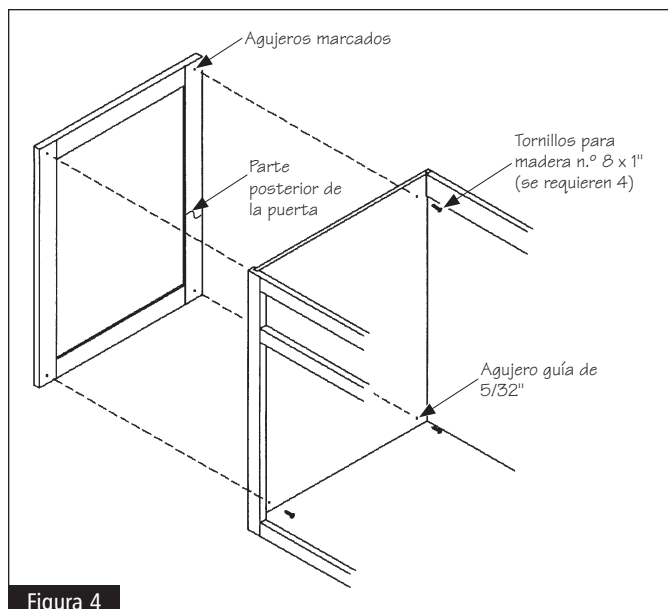

Figura 4
4 Con un ayudante, vuelva a colocar la puerta en la posición deseada en el panel lateral. Desde el interior del gabinete, marque la parte posterior de la puerta a través de los agujeros guía hechos a través del panel lateral en el paso 4. Vea la figura 4.
5 Con una broca de diámetro $3/32$ ", haga los agujeros guía en la parte posterior de la puerta en cada lugar marcado de $3/8$ " desde el extremo; le ayudará para taladrar la puerta a la profundidad correcta de $3/8$ " de profundidad. Vea la figura 4.
6 Borre las marcas de lápiz y vuelva a poner en su sitio la puerta al lugar deseado y apriete la puerta desde el interior del gabinete con los (4) tornillos para madera n.º 8 x 1" por puerta. No los apriete demasiado ni corte la rosca del tornillo. Vea la figura 4.